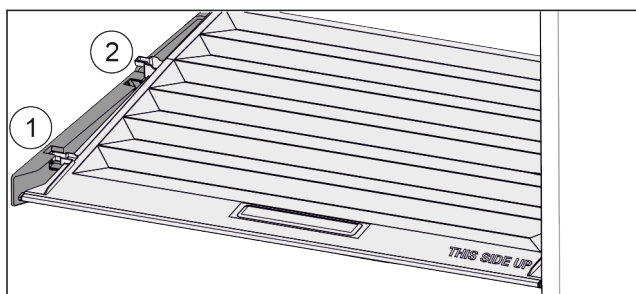

Fig. 94
- ▶ Tirare in avanti il coperchio fino all'apertura nei fermi Fig. 94 (1).
- ▶ Sollevare posteriormente dal basso e togliere verso l'alto Fig. 94 (2).